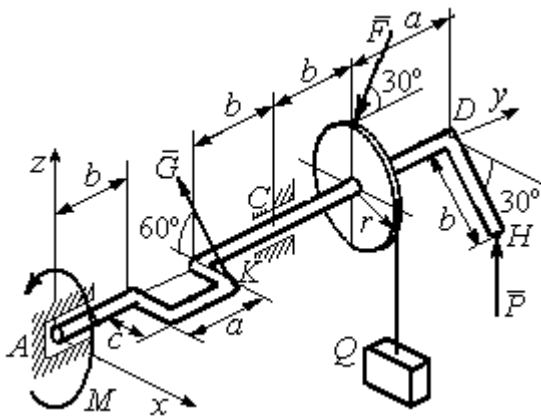

Рис. 1.47. Равновесие вала
**Задача 16.** Горизонтальный коленчатый вал  $AD$  (рис. 1.47) закреплен в подпятнике  $A$  и подшипнике  $C$ . Вал имеет шкив радиуса  $r$  и рукоять  $DH$ , перпендикулярные оси вала. Рукоять  $DH$  образует угол  $30^\circ$  к направлению оси  $Ax$ . Колено вала расположено в горизонтальной плоскости  $xAy$ . Нить, удерживающая груз  $Q$ , намотана на шкив и сходит с него вертикально вниз. На вал действуют силы  $\vec{F}$ ,  $\vec{P}$ ,  $\vec{G}$  и пара сил с моментом  $M$ . Сила  $\vec{F}$  приложена в верхней точке вертикального диаметра шкива под углом  $30^\circ$  к направлению оси  $Ay$  и находится в плоскости  $zAy$ . Сила  $\vec{P}$  приложена в нижней точке  $H$  рукояти параллельно оси  $Az$ . Сила  $\vec{G}$  приложена в крайней точке  $K$  стойки колена вала под углом  $60^\circ$  к стойке и находится в плоскости, перпендикулярной оси вала. Пара сил с моментом  $M$  создаёт вращение вала вокруг оси  $Ay$ .